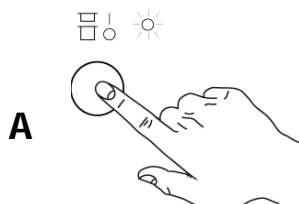

Fig.27
- 4- Fermer la porte et appuyer sur le bouton "A" pour allumer la machine comme indiqué par le voyant lumineux "D". (Fig.27)